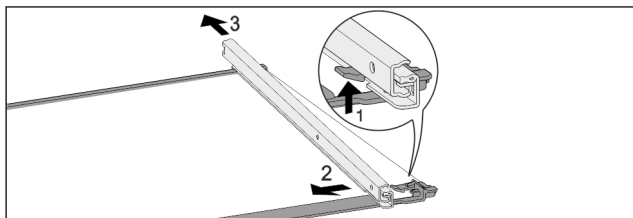

Fig. 40 Płyta szklana z szynami
- ▶ Wcisnąć przedni hak ryglujący do góry. Fig. 40 (1)
- ▶ Wysunąć prowadnicę w bok Fig. 40 (2) i do tyłu Fig. 40 (3).